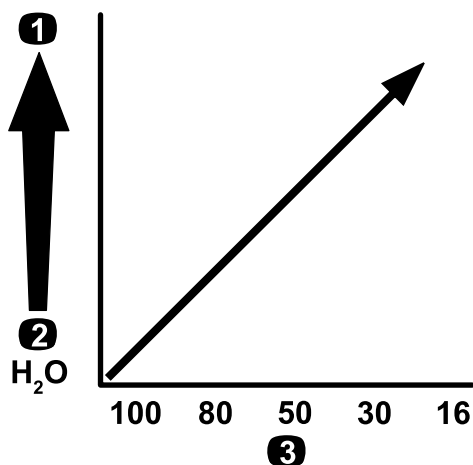

Figura 78
**Importante:** Quando pulveriza com soluções ou químicos de maior viscosidade (mais espessos) com pós solúveis, talvez precise de utilizar uma rede de filtro mais grossa para o filtro de pressão opcional; consulte Figura 78.